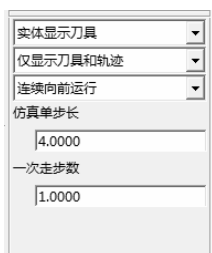

图 5-87 “线框仿真”加工参数
- 2) 在立即菜单中，依次选择如图 5-87 所示的加工参数。